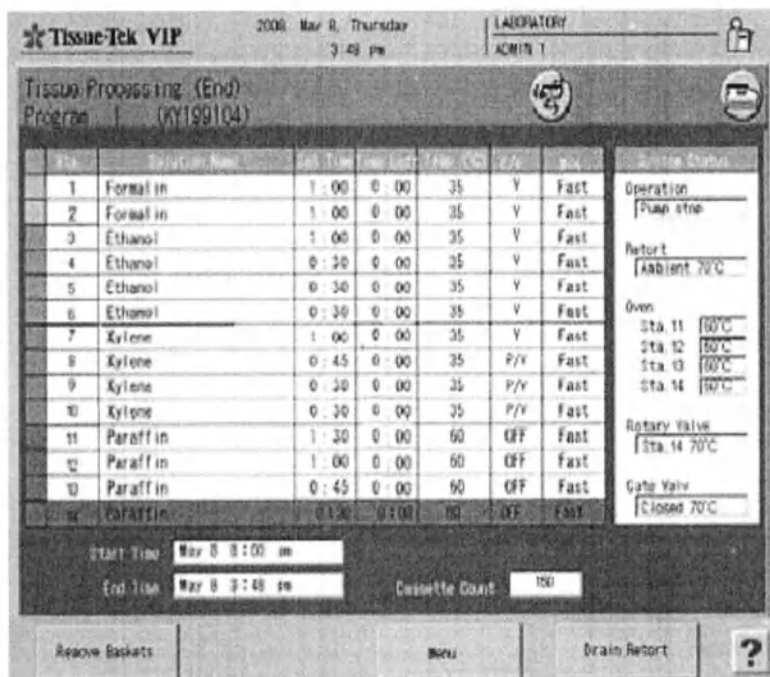

Рис. 118 Завершение проводки
- Появится экран «Tissue Processing (End)» (Проводка завершена) (Рис. 118).